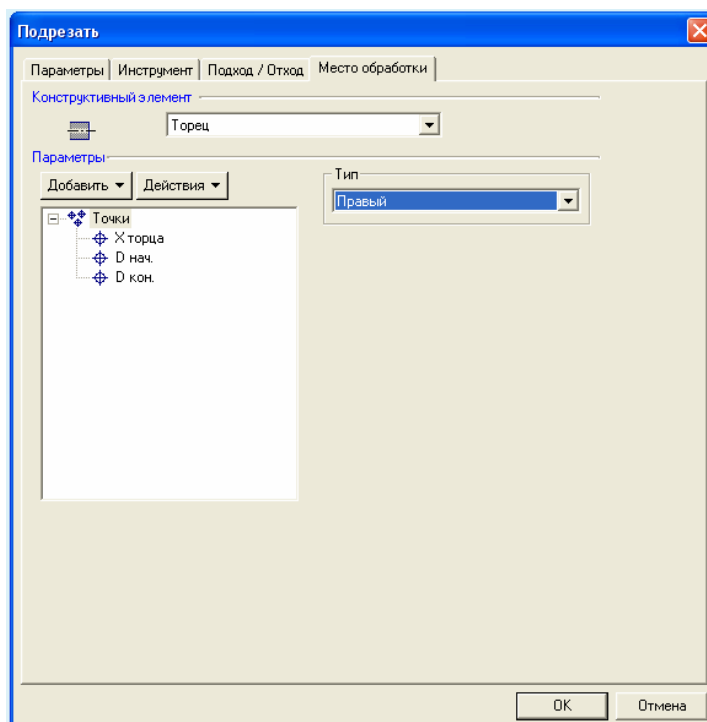

Рисунок 6 – Окно задания параметров перехода «Подрезать»
- выберите «Подрезать»  на панели «Переходы», появится соответствующий диалог (рисунок 6);